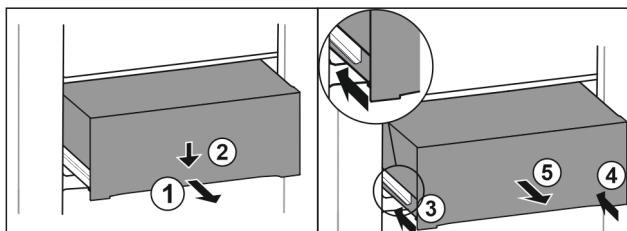

Fig. 90
- ▶ Вытяните выдвижной ящик наполовину. Fig. 90 (1)
- ▶ Вдавите выдвижной ящик в передней части вниз. Fig. 90 (2)
- ▶ Задвиньте левую направляющую прим. на 2 см. Fig. 90 (3)
- ▶ Задвиньте правую направляющую прим. на 2 см. Fig. 90 (4)
- ▶ Извлеките выдвижной ящик движением вперед. Fig. 90 (5)